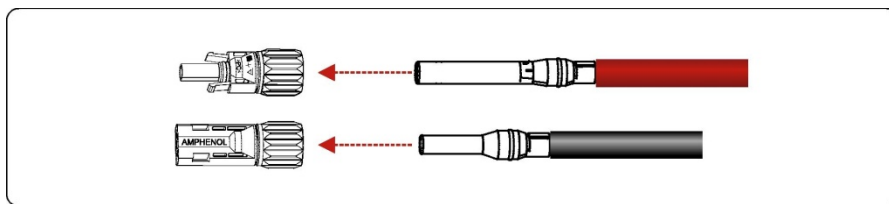

Imagen 5.10 Conexión de los conectores positivos y negativos
Paso 3 Inserte los cables crimpados positivos y negativos en los conectores positivos y negativos correspondientes hasta que suene un clic, como se muestra en la imagen 5.10.